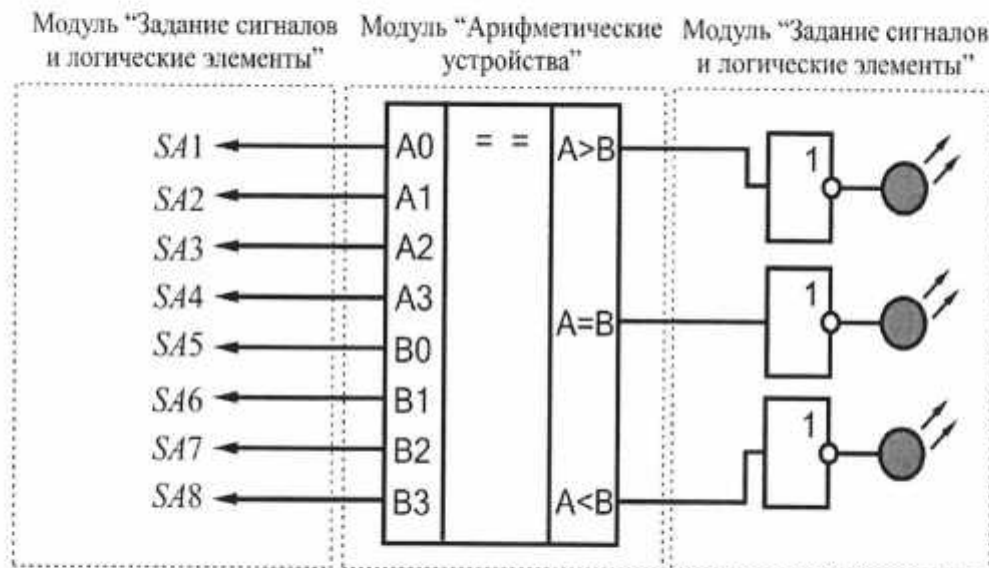

Рис. 13.8. Схема электрическая соединений лабораторных модулей для изучения работы цифрового компаратора
4. Согласно рис. 13.8 выполнить электрические соединения модулей для изучения работы цифрового компаратора. Монтаж схемы производить при отключенных автоматических выключателях и переключателях питания.
Состояния выходов $A > B$, $A < B$, $A = B$ контролировать при помощи светодиодов на выходе буферных элементов (рис. 13.8). Задавая различные комбинации логических уровней на входах $A_0...A_3$ и $B_0...B_3$ заполнить таблицу истинности цифрового компаратора (табл. 13.7).